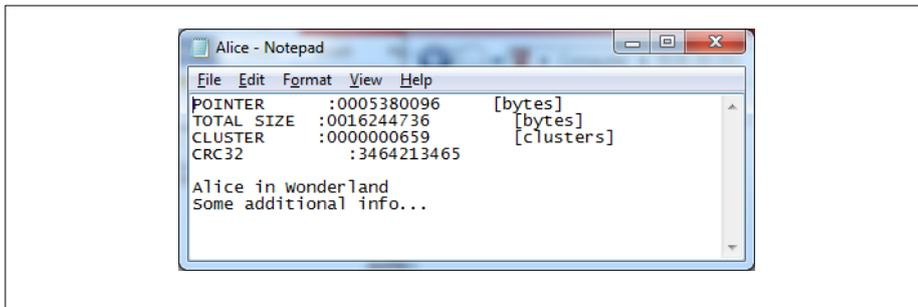

Figure 12. Le fichier d'état sur la carte SD de Bob doit montrer une progression du pointeur de clé.
4. Après déchiffrement du fichier mp3, Bob peut retirer la carte SD du *shield* et l'insérer dans son ordinateur. Il peut écouter le mp3, mais aussi vérifier le contenu de son fichier d'état ALICE.STT (fig. 12). Les deux poin-